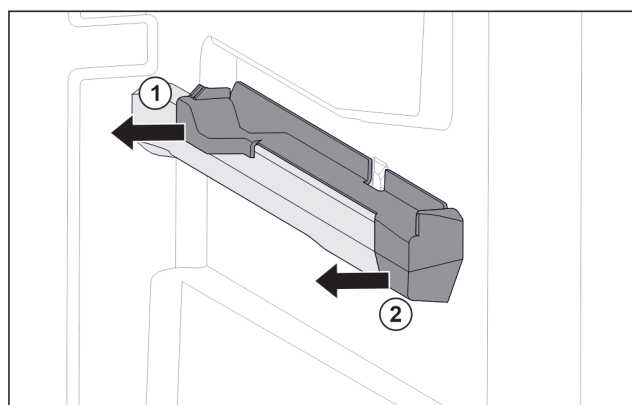

Fig. 131 Elemento inseribile sulla nervatura destra del contenitore
- ▶ Estrarre l'elemento inseribile dal lato posteriore di lato. Fig. 131 (1)
- ▶ Estrarre l'elemento inseribile dal lato anteriore di lato. Fig. 131 (2)